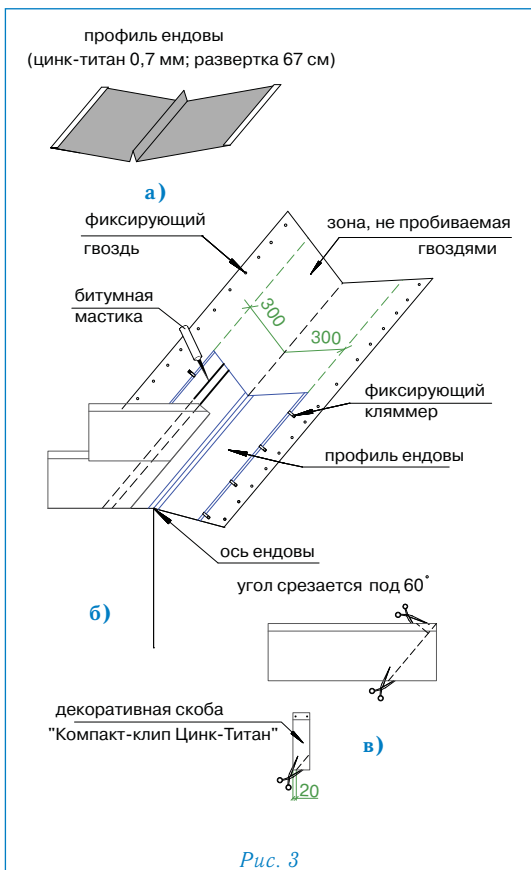

Рис. 3
### Ендова (рис. 3)
- ровно по центру ендовы устанавливается профиль ендовы (цинк-титан 0,7 мм, развертка 67 см) (рис. 3а);
**Внимание:** 1. Необходимо также подрезать верхний уголок обрезанного края листа (см. рис. 3в) для правильного стока воды.
4. В случае, если скоба «Компакт-клип Цинк-Титан» приходится на место обрезки листа, можно либо обрезать накладку, оставив минимум 2 см в нижней части (рис. 3в), либо произвести укладку листов без использования накладки.